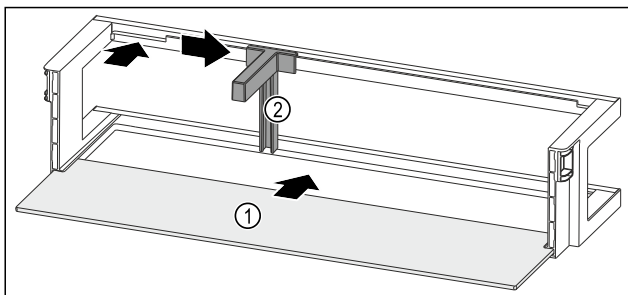

Fig. 184 Dveřní přihrádka s odkládací plochou
- ▶ Odkládací plochu Fig. 184 (1) zasuňte do bočních vybrání.
- ▶ Držák lahví Fig. 184 (2) vložte do vybrání.
- ▶ Držák lahví Fig. 184 (2) posuňte na stranu do požadované polohy.